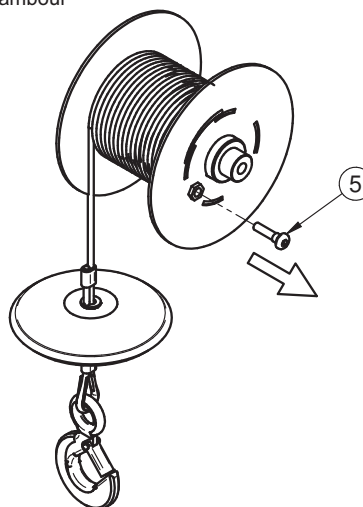

Fig. 4.3
3) Dévisser et enlever la vis Réf.5 Fig.4.3 et dérouler complètement le câble du tambour